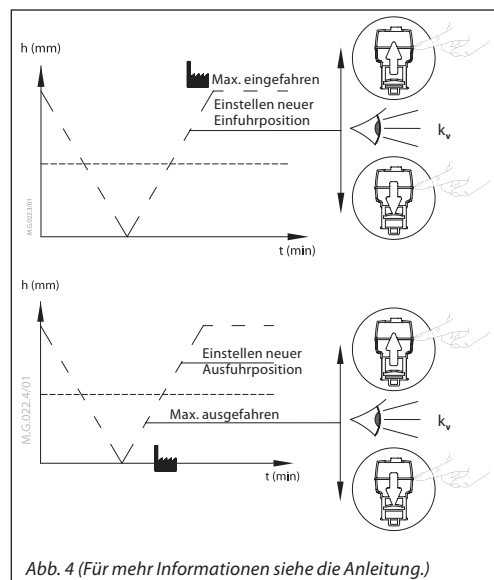

Abb. 4 (Für mehr Informationen siehe die Anleitung.)
**DIP5: 95/100 % – Hubbegrenzung** (Abb. 4):